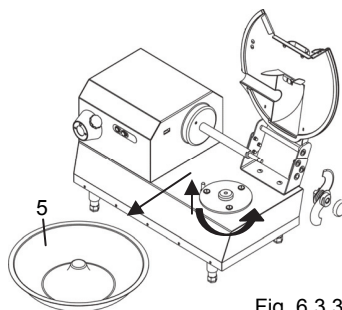

Fig. 6.3.3
- Tourner dans le sens inverse des aiguilles d'une montre le bac "5" Fig. 6.3.3 de manière à l'enlever du siège.
- Après avoir effectué la procédure décrite au paragraphe 6.4 retirer le tube Réf. 6 Fig. 6.3.3.